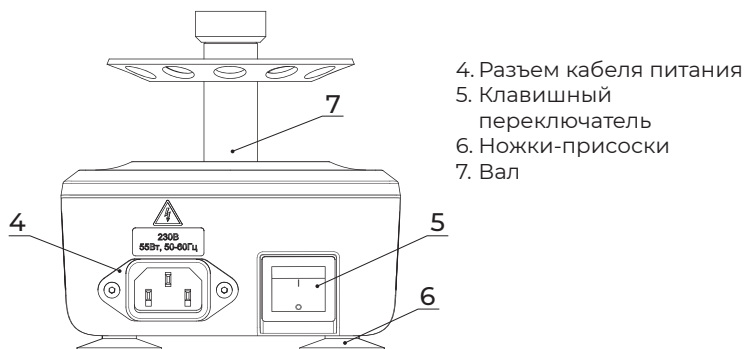

Рис. 5. Обратная сторона изделия
На обратной (задней) стороне изделия (рис. 5) находится разъем кабеля питания (3) с вилкой для подключения изделия к сети питания и клавишный переключатель (5) включения/выключения изделия.
Изделие включается тумблером, расположенным на задней стороне корпуса изделия (см. рис. 5). Чтобы включить изделие, нажмите до щелчка на символ I, чтобы выключить — на O.